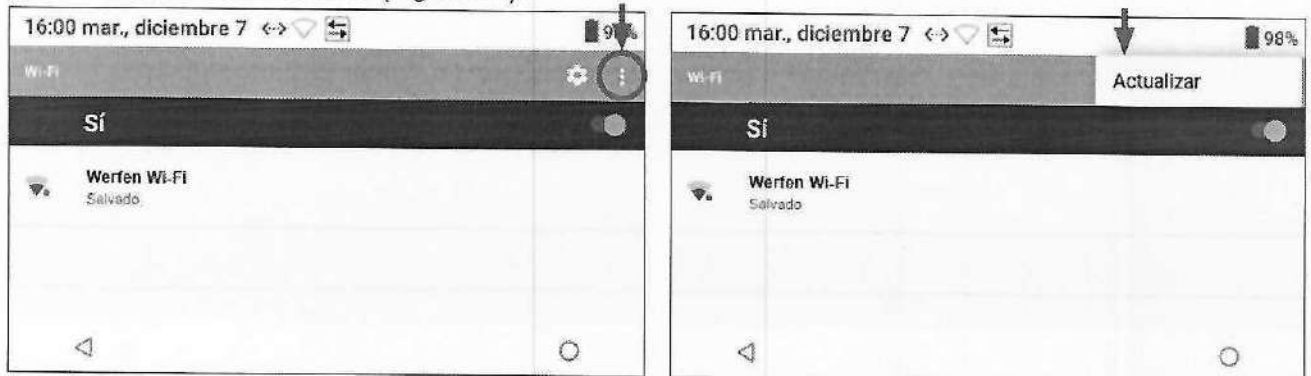

Figura 30: Actualizar búsqueda
- Para actualizar la búsqueda, seleccione  y luego **Actualizar** (Actualizar) en el lado derecho de la barra de título (Figura 30).
- Si se establece la conexión de red, se muestra **Salvado** debajo del nombre de la red en la lista de redes inalámbricas (Figura 30).